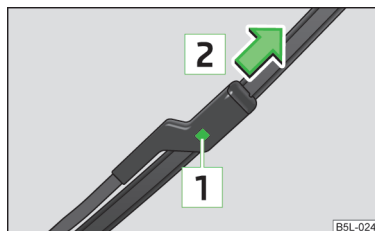

Abb. 32
- › Die Sicherung **[1]** » **Abb. 32** drücken und das Scheibenwischerblatt in Pfeilrichtung **[2]** abziehen.